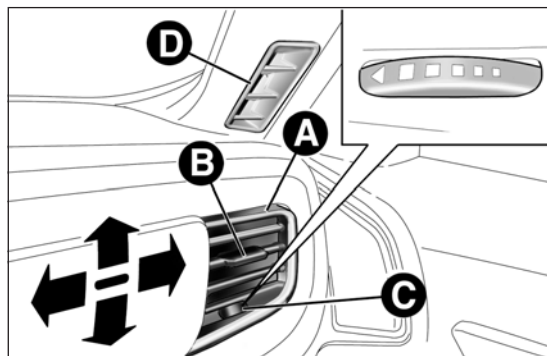

fig. 31
- ☐ agire sul dispositivo B per orientare il diffusore nella posizione desiderata fig. 31;